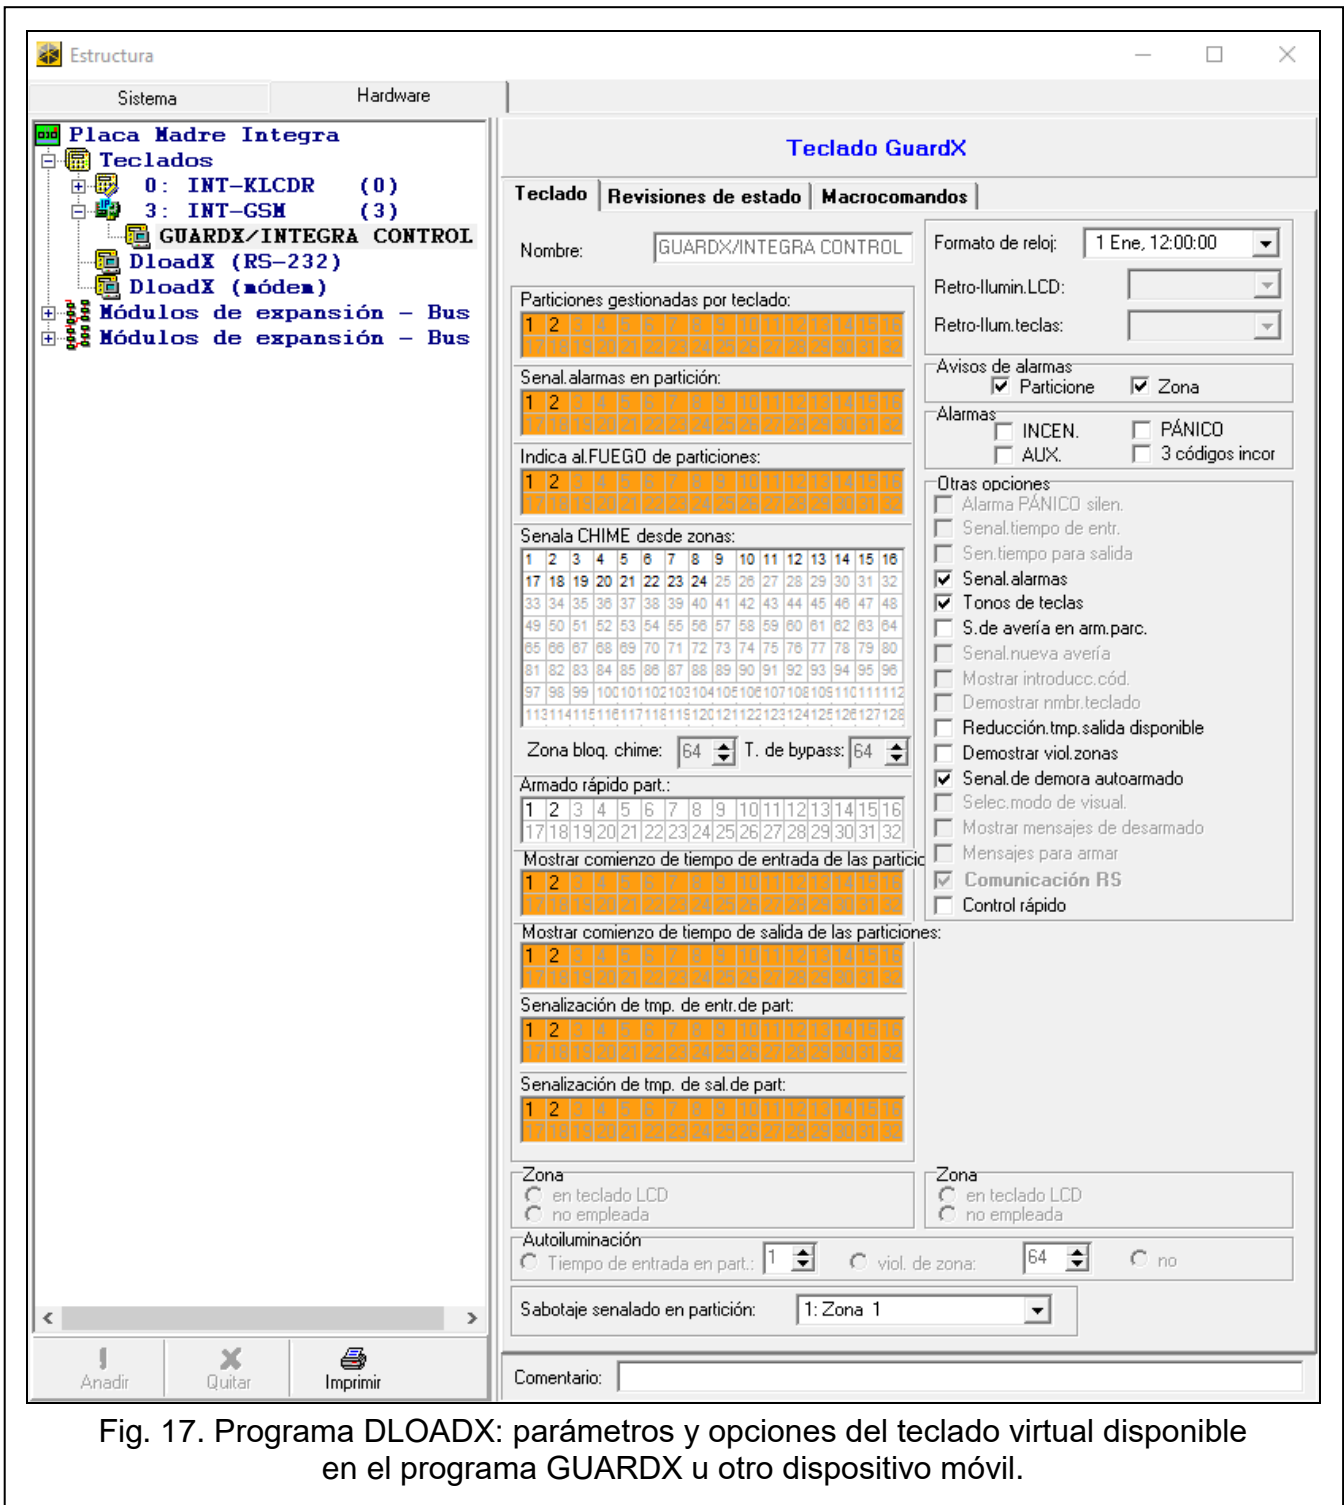

Fig. 17. Programa DLOADX: parámetros y opciones del teclado virtual disponible en el programa GUARDX u otro dispositivo móvil.
- programa DLOADX: ventana «Estructura» →pestaña «Equipo» →rama «Teclados» →[nombre del módulo] →rama «GUARDX/INTEGRA CONTROL» (Fig. 17),